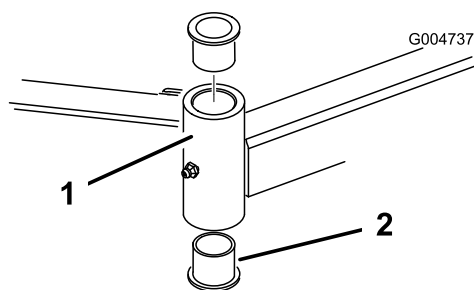

Figura 122
- Inserite un punteruolo nella parte superiore o inferiore del tubo di fissaggio, e spingete la boccia fuori del tubo (Figura 122).